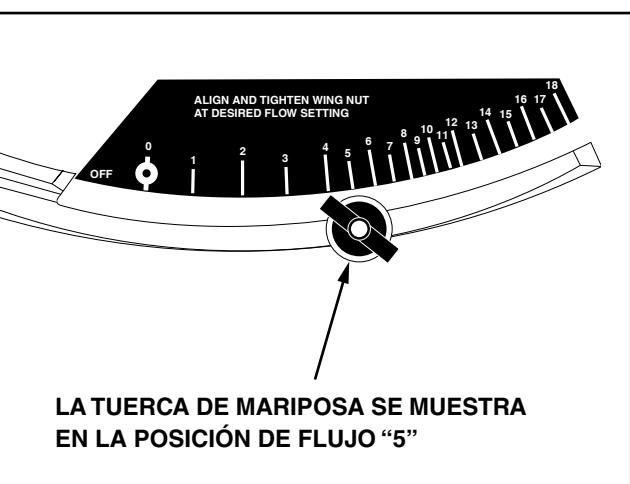

FIGURA 24
4. Afloje la tuerca de mariposa plástica y muévala al punto de ajuste deseado. Vuelva a apretar la tuerca. Vea la Figura 24.